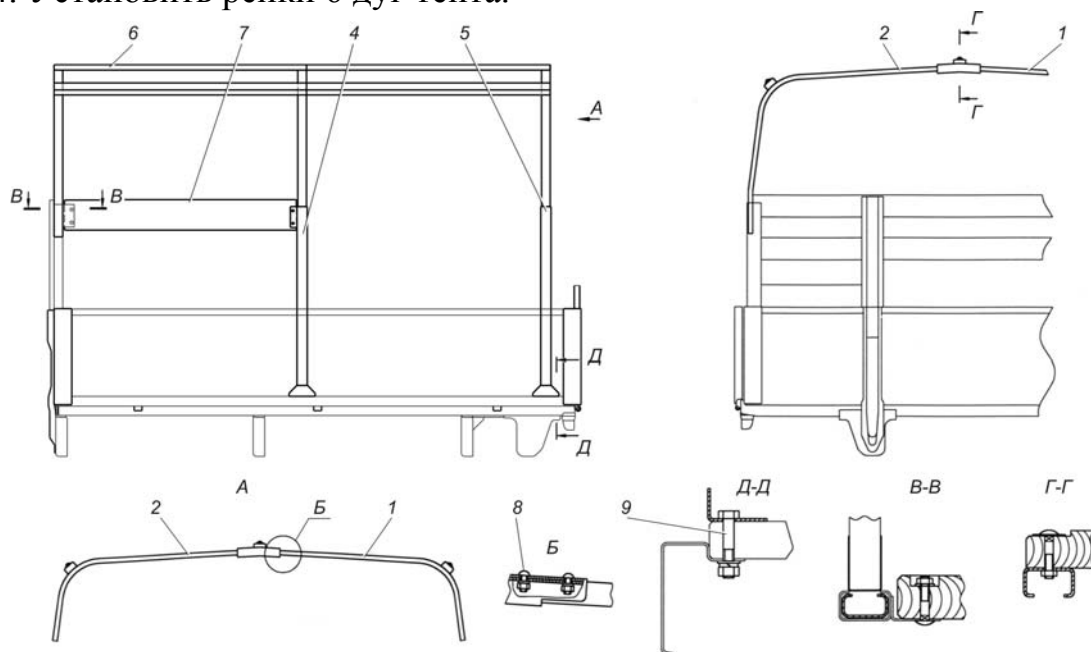

Рис. 12.7. Установка деталей каркаса тента:
1. Установить стойки 3, 4 и 5 (рис. 12.7) с правой, левой и задней стороны платформы. После установки стоек закрепить их болтами 9.